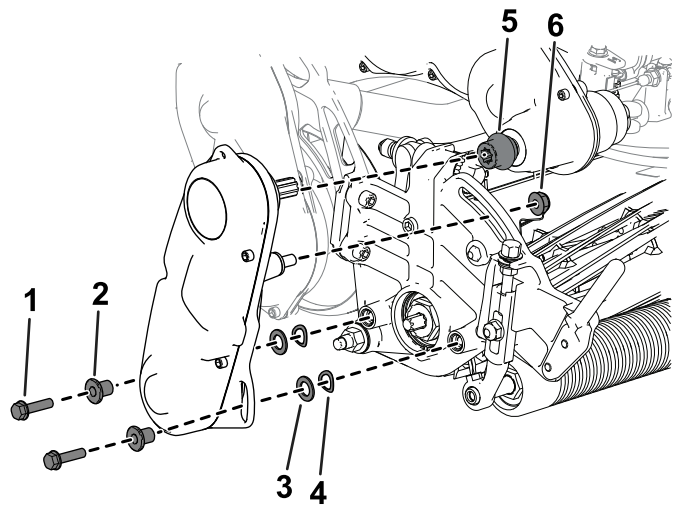

Figura 48
3. Retire el conjunto de transmisión del molinete de la unidad de corte (Figura 48) y guarde las fijaciones.